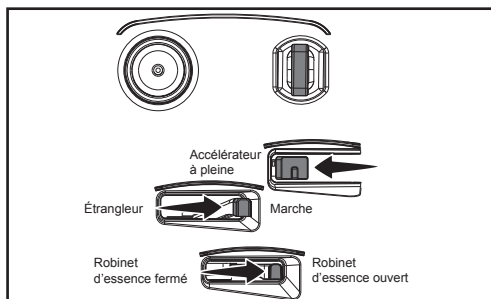

Figure 12B
- b. Pour démarrer un moteur chaud, laissez le levier de l'étrangleur sur la position Run (marche) (figure 12B).
5. Utilisez la commande d'amorçage, selon la température de la machine (figure 12B) :
8. Une fois que le moteur tourne, réglez l'étrangleur sur la position RUN (marche) (figure 12B).